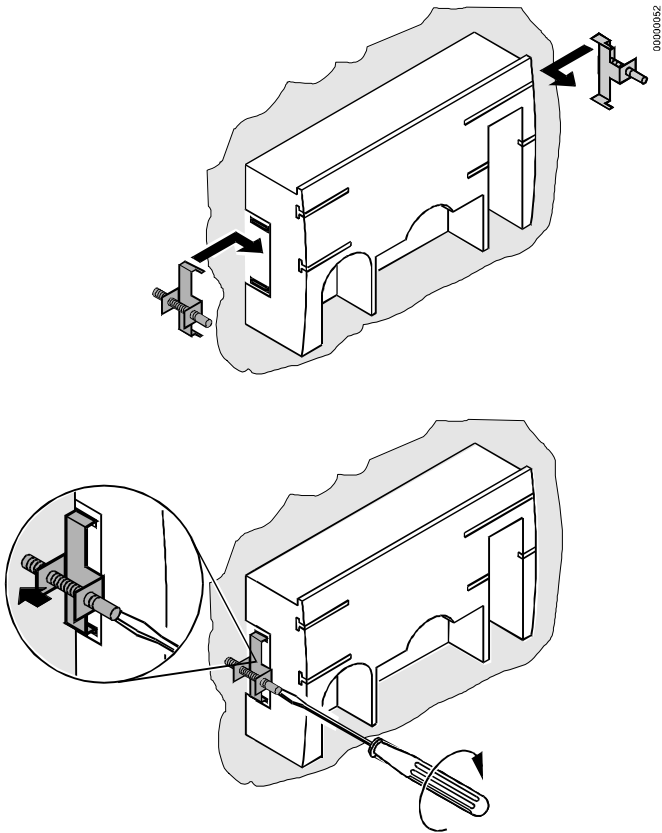

Рис. 10. Крепление контроллера к передней дверце с помощью крепежных хомутов
- Установите с обеих сторон контроллера хомуты для крепления к передней дверце и затяните винты с помощью отвертки, как показано на рис. 10.